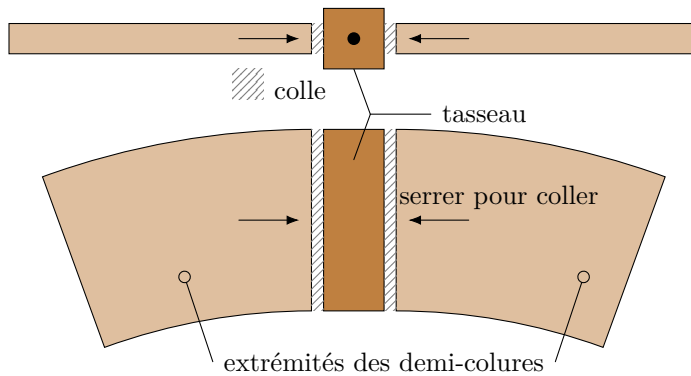

FIG. 6 – Collage des colures sur les tasseaux (vue de dessus et vue de face).
- Étape 5.** Procéder au collage des colures sur les tasseaux (voir **FIG. 6**).